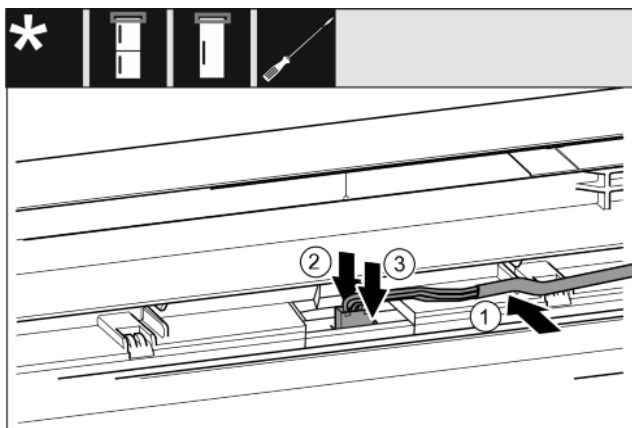

Fig. 35
- ▶ Graues Kabel in die Führung in der oberen Tür einlegen. Fig. 35 (1)
- ▶ Rastnase nach hinten drücken. Fig. 35 (2)
- ▶ Stecker einrasten. Fig. 35 (3)